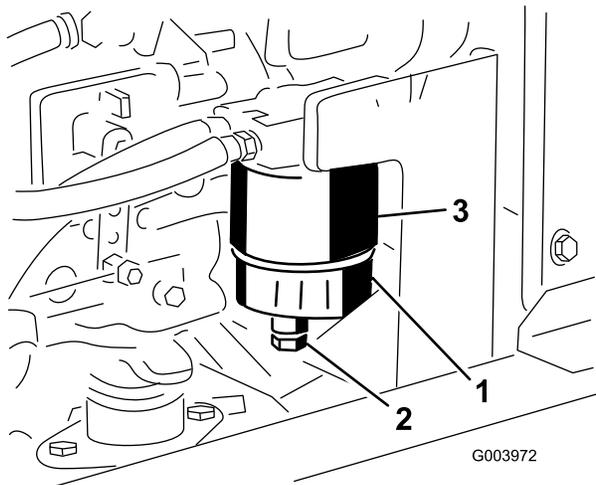

Figura 63
Retire a água ou outro tipo de contaminante do filtro de combustível/separador de água (Figura 63) diariamente.
2. Liberte o tampão de escoamento que se encontra na zona inferior do recipiente do filtro e deixe drenar (Figura 63).
Substitua o recipiente do filtro (Figura 63) após cada 400 horas de funcionamento.
1. Limpe a zona de montagem do recipiente do filtro (Figura 63).